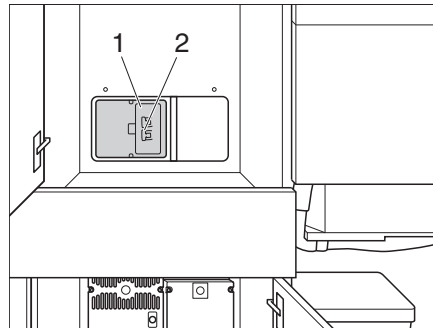

Fig. 43 Interruttore di sicurezza a 230 V
La rete elettrica a 230 Volt (collegamento esterno) è dotata di un interruttore di sicurezza (Fig. 43). Questo serve soprattutto alla protezione di linea. La scatola dei fusibili si trova nell'armadio incassato dietro uno sportello. L'interruttore di sicurezza interviene in caso di cortocircuito o sovraccarico nella rete di linea.
- Aprire lo sportello di chiusura (Fig. 43,1).
Il collegamento a 230 V è protetto da un interruttore di sicurezza bipolare (Fig. 43,2).
- ▷ L'interruttore FI (Fig. 43,2) per 230 Volt dovrebbe essere fatto scattare almeno una volta l'anno, in modo che il meccanismo non "si incolli" e il tempo di attivazione non si prolunghi.